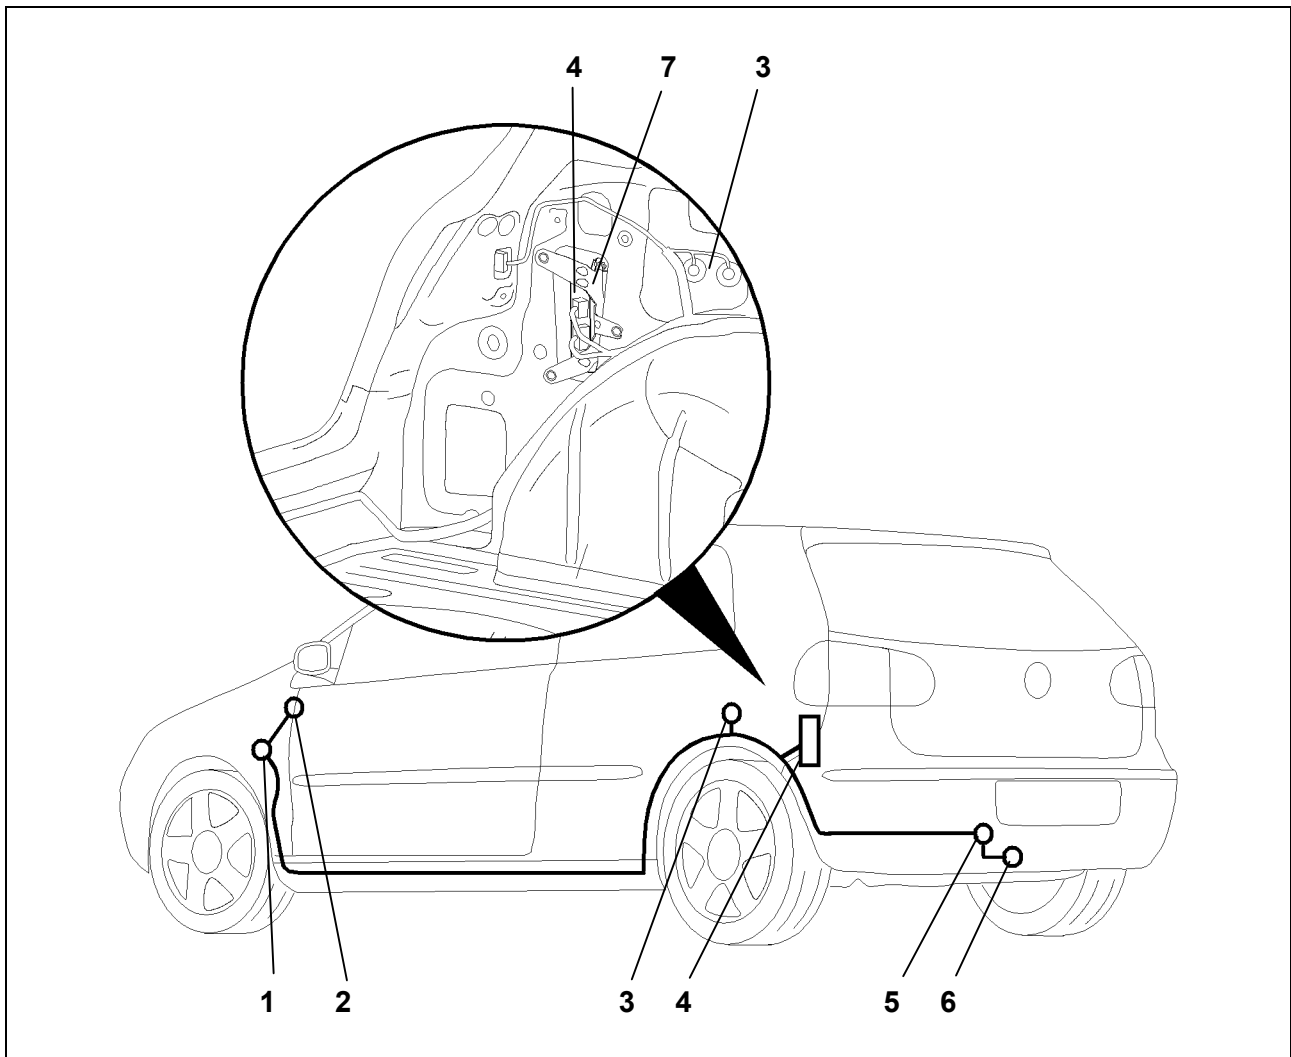

Fig. 1 : Aperçu du montage
3. Retirer le cache-trou de 40 mm côté véhicule à gauche près du milieu du véhicule dans la plaque de serrage arrière (Fig. 1/5).
4. Fixer le dispositif de connexion du dispositif d'attelage avec les vis M6 fournies sur la plaque de retenue également fournie (Fig. 1/7)
5. Fixer cette unité à l'endroit prévu à gauche du coffre à bagages avec les vis de fixation et les écrous à ressort fournis (Fig. 1/7)
6. Faire passer l'extrémité du fil avec la fiche à 16 pôles et les anneaux depuis l'extérieur par le passage de câble jusqu'au dispositif de connexion du dispositif d'attelage (Fig. 1/4).
7. Insérer le passe-fil en caoutchouc dans le passage du câble (Fig. 1/5).
8. Placer l'extrémité de la prise femelle de l'ensemble de fil sur la tôle de retenue de la prise (Fig. 1/6).
10. Fixer la prise sur la plaque de retenue (Fig. 1/6) avec les vis fournies.
11. Insérer et fixer le boîtier de connexion à 16 éléments dans l'emplacement du dispositif de connexion du dispositif d'attelage (Fig. 1/4) prévu à cet effet.
12. Placer et insérer le boîtier de connexion (12) de l'ensemble à 8 fils dans l'emplacement du dispositif de connexion du dispositif d'attelage prévu à cet effet.
13. Raccorder le fil marron et marron/blanc avec anneaux sur le point matériel du côté du véhicule (Fig. 1/3).
14. Placer l'ensemble à 8 fils le long des conducteurs de fils/des canaux côté véhicule jusqu'au dispositif de commande du réseau de bord situé à l'avant gauche (Fig. 1/1).